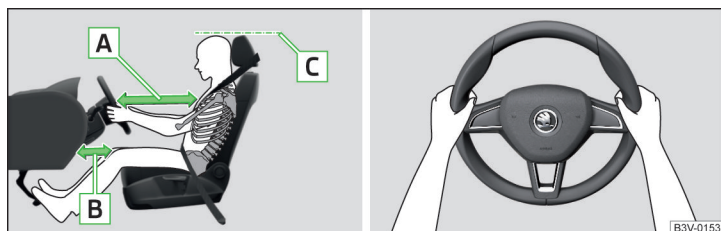

Fig. 2 Position assise correcte du conducteur/position correcte du volant
- ✓ Ajustez le volant de façon à ce que la distance entre le volant et le buste soit de 25 cm au moins » fig. 2 [A].
- ✓ Réglez l'appuie-tête de façon à ce que le bord supérieur de l'appuie-tête se trouve au moins à la hauteur de la partie supérieure de votre tête » fig. 2 - [B] (ne concerne pas les sièges avec des appuie-têtes intégrés).
- Pendant la conduite, maintenez le volant latéralement des deux mains sur le bord extérieur dans les positions « 9 » et « 3 » heures » fig. 2. Ne tenez jamais le volant en position « midi » ou de toute autre manière (par exemple au milieu du volant ou par la partie interne). Autrement, il existe un risque de blessures graves aux bras, aux mains et à la tête en cas de déclenchement de l'airbag.
- ✓ Réglez l'appui-tête de façon à ce que le bord supérieur de l'appui-tête se trouve au moins à la hauteur de la partie supérieure de votre tête » fig. 2 à la page 11C - (ne concerne pas les sièges avec des appui-têtes intégrés).
- ✓ Réglez l'appui-tête de façon à ce que le bord supérieur de l'appui-tête se trouve au moins à la hauteur de la partie supérieure de la tête » fig. 2 à la page 11 **C**.